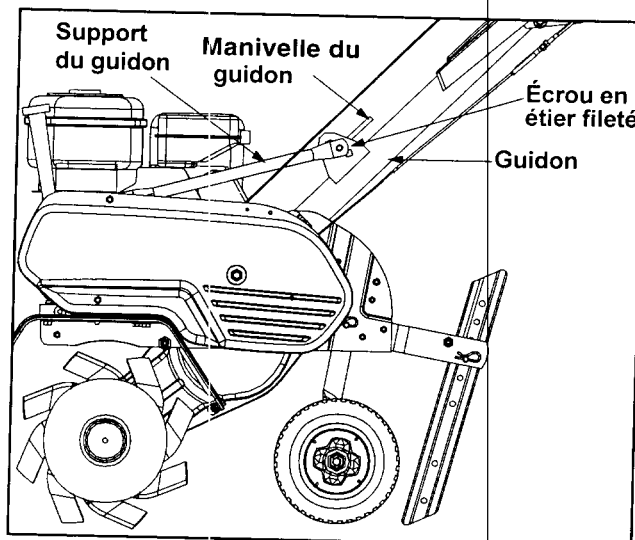

Figure 4
4. Insérez la manivelle dans le support soudé du guidon et dans l'écrou en étrier fileté sur l'extrémité du support du guidon. Voir la Figure 4.